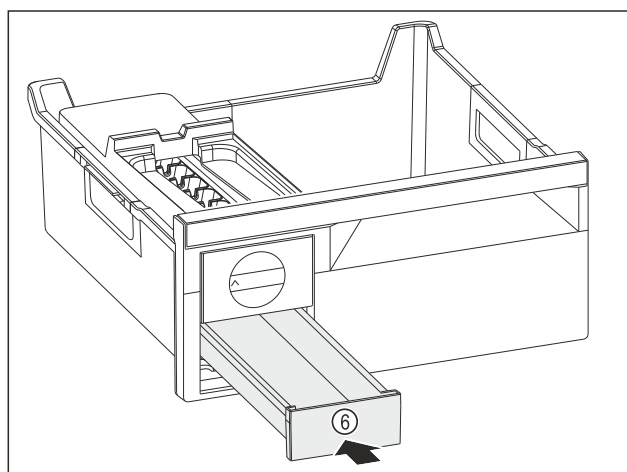

Fig. 111
- ▶ Insérer le compartiment à glaçons Fig. 111 (6).